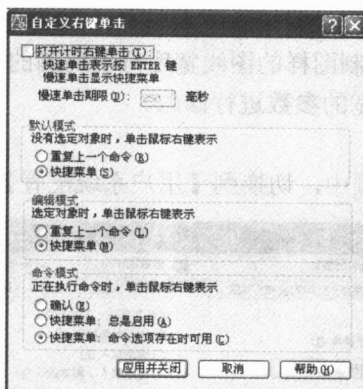

图 1-11 “自定义右键单击”对话框
(1) 在“选项”对话框中切换到【用户系统配置】选项卡，单击【自定义右键单击】按钮，弹出“自定义右键单击”对话框，如图 1-11 所示。